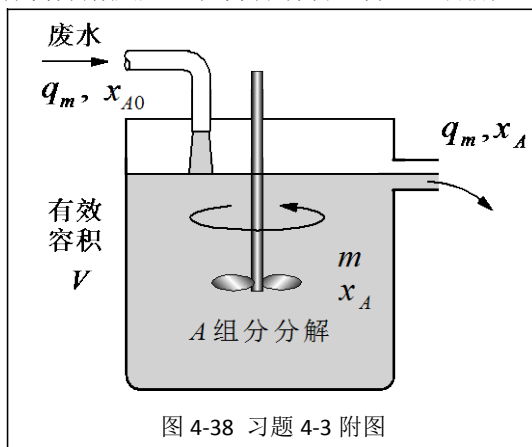

图 4-38 习题 4-3 附图
**4-3** 某工业废水以流量  $q_m$  排入搅拌槽中进行自分解反应，以降低有害组分 A 的排放浓度，如图 4-38 所示。已知，进口废水流量  $q_m$ ，A 组分质量分率  $x_{A0}$ ；A 组分分解速率  $\dot{r}_A = -k\rho_A$  [kg/(m3s)]，其中  $\rho_A$  为 A 组分质量浓度[kg(A)/m3(溶液)]， $k$  为反应常数[1/s]；部分气相分解产物质量忽略不计，废水混合物密度  $\rho$  不变。设搅拌槽有效容积为  $V$  且搅拌槽中废水组分分布均匀，试求：